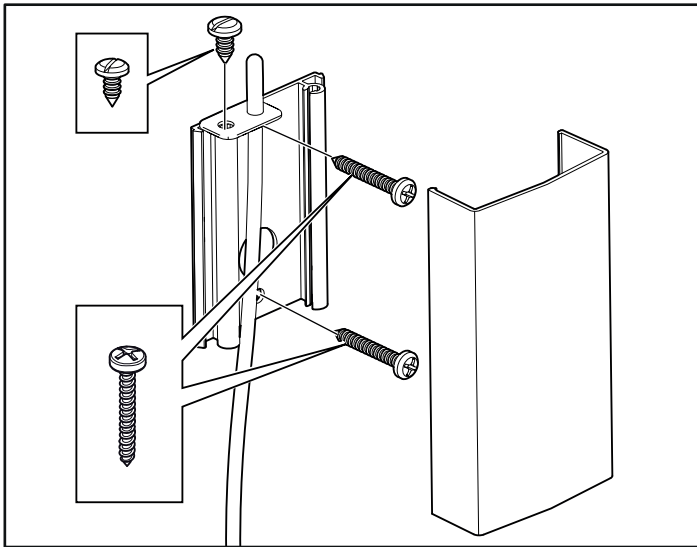
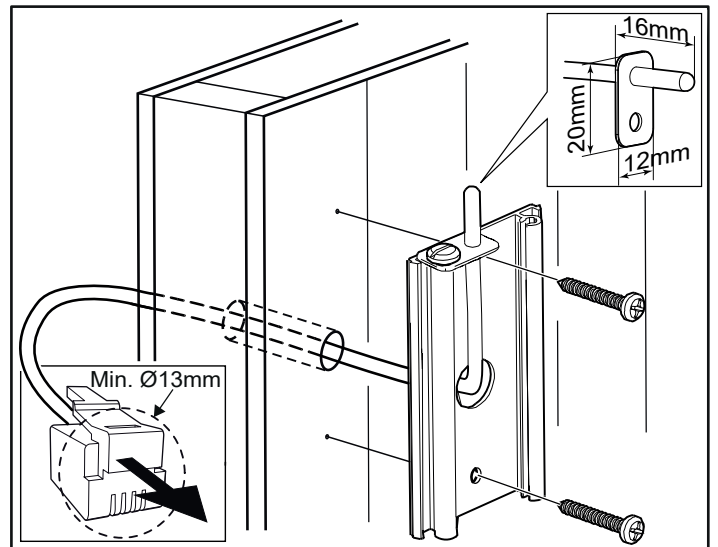

Fig. 15 : Montage du capteur
Fig. 16 : Raccordement à travers la cloison.
- Installer le capteur sur la cloison, voir la figure 15. Le câble du thermistor peut également passer à travers la cloison. Boucher, le cas échéant, les orifices dans la cloison derrière le capteur, voir la figure 16. Il est possible de prolonger le câble du thermistor en utilisant un câble (2 conducteurs) basse tension, à l'extérieur du sauna.